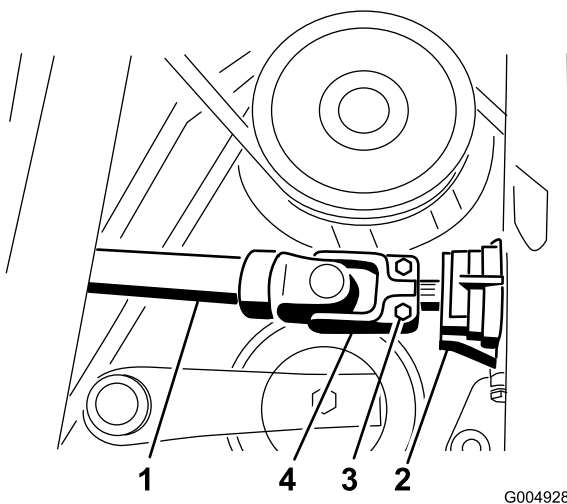

Figura 87
43. Faça deslizar o veio propulsor do eixo da caixa de velocidades (Figura 87). Coloque o pino de segurança e aperte os parafusos com uma força de 20 a 25 N m.